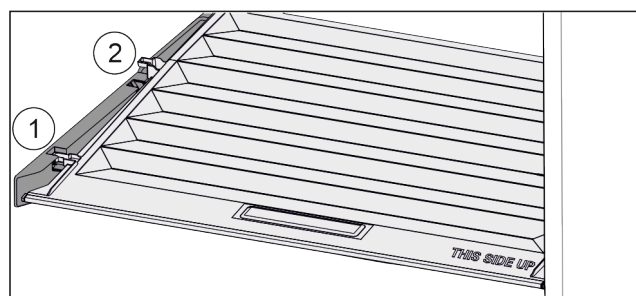

Fig. 53
- ▶ Потянуть крышку до отверстия в поддерживающих деталях вперед Fig. 53 (1).
- ▶ Поднять сзади снизу и извлечь Fig. 53 (2) движением вверх.